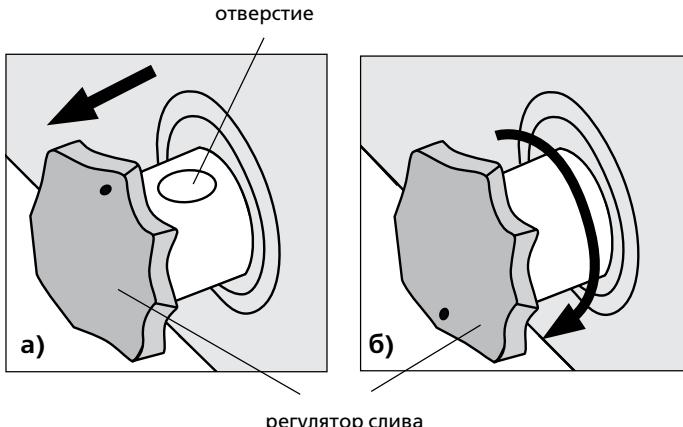

Рисунок 6
- потянуть регулятор слива талой воды на себя и повернуть на 180°, отверстием вниз (рисунок 6);